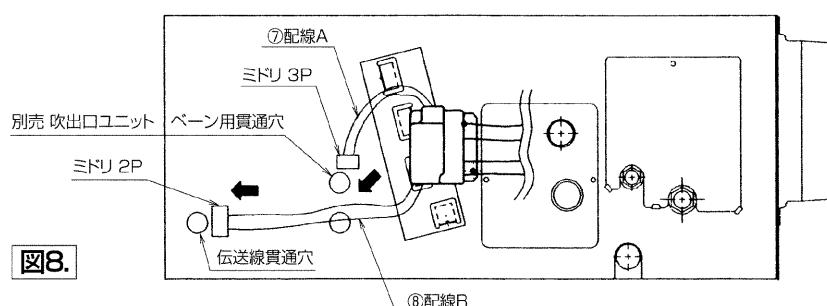

図8.
- 前記の配線作業が終わりましたら図8に示すように配線A⑦、B⑧をそれぞれ室内ユニット本体の貫通穴に差込んでください。